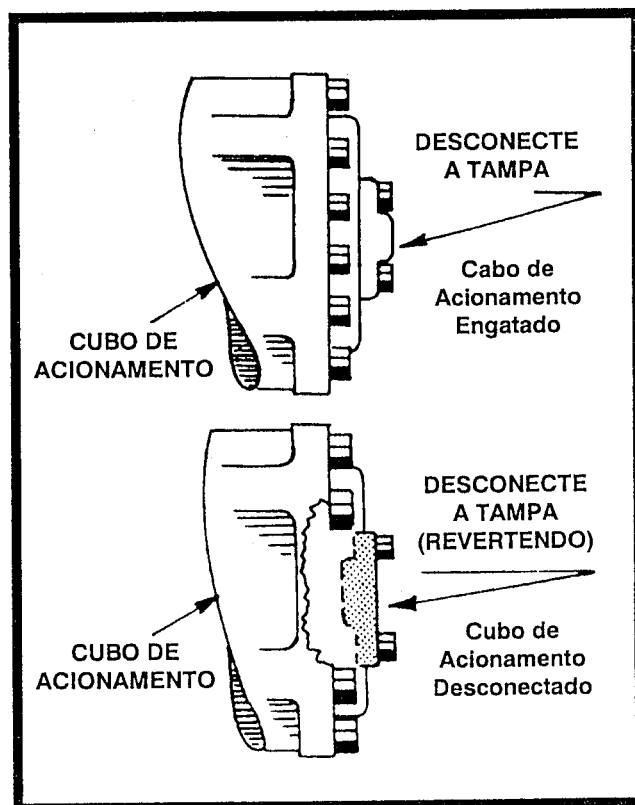

Figura 6-1. Tampa de Desconexão do Cubo de Acionamento.
2. Vire as Tampas de Desconexão ao contrário (desengatado) em cada cubo de torque de acionamento (desenho, Figura 6-1) removendo os dois parafusos anexos, virando as tampas ao contrário, e reinstalando-as, e depois apertando firmemente os parafusos.
3. Retorne as Tampas de Desconexão para a posição normal (engatado) conforme demonstrado no desenho acima, Figura 6-1.